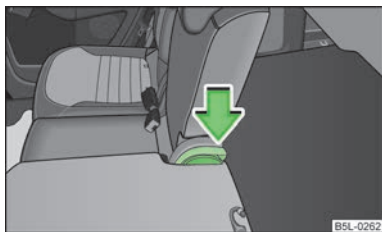

Fig. 54
- Presionar la palanca » fig. 54 y replegar el respaldo. Asegurarse al tirar de que el respaldo haya encastrado.